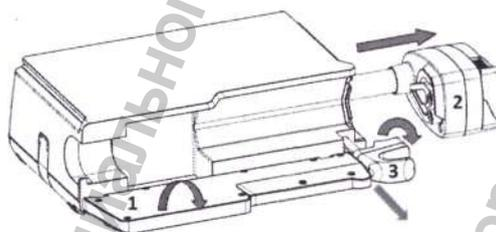

Рис. 15. Установка шприца. Шаг 1.
- Откройте дверцу помпы (1). Нажмите ручку толкателя (2) и вытяните толкатель до упора вправо. Затем потяните зажим цилиндра шприца (3) на себя до упора и поверните его вправо, как показано на рис. 15.